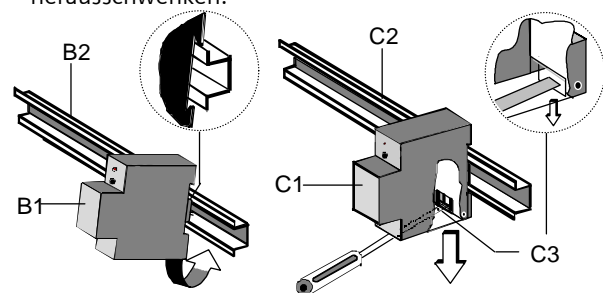

Bild 3: Montage und Demontage des Reiheneinbaugerätes
- Das Gerät (B1) in die Hutschiene (Bild 3, B2) einhängen und
- das Gerät (Bild 3, B1) nach hinten schwenken, bis der Schieber hörbar einrastet.
- Mit einem Schraubendreher den Schieber (Bild 3, C3) nach unten ziehen, durch leichtes Drücken einrasten und
- das Gerät (C1) aus der Hutschiene (Bild 3, C2) herausschwenken.